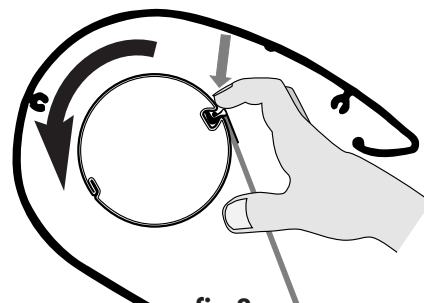

fig.8
- 6 Enrouler la toile jusqu'à environ 1 m du sol (fig. 8).